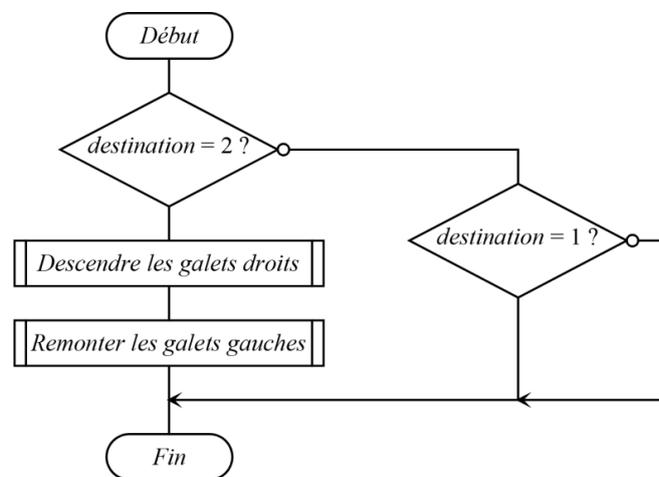

Figure 22 – Algorithme de la gestion des galets pour un départ de la station de maintenance
L'algorithme de la commande des différents galets dans le cas d'un départ de la station de maintenance est donnée figure 22.
- Question 68** Pour une capsule partant de la station 1, tracer l'algorithme de la commande des différents galets en vous inspirant de celui de la figure 22.